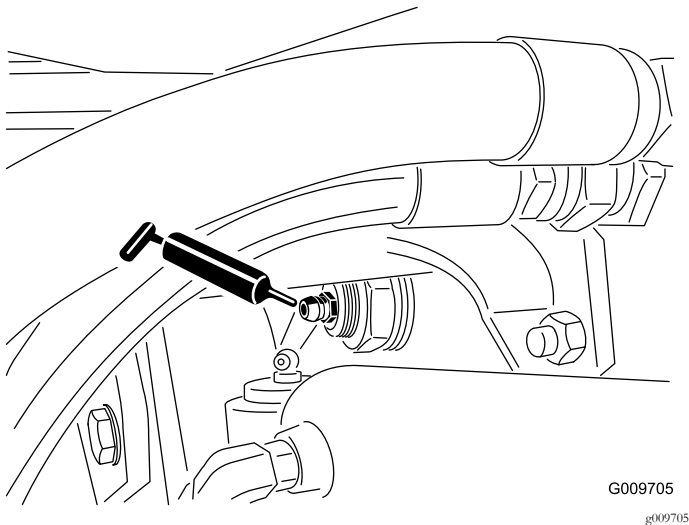

Figure 33
- Bagues de pivot d'essieu arrière (2), comme montré à la Figure 33.